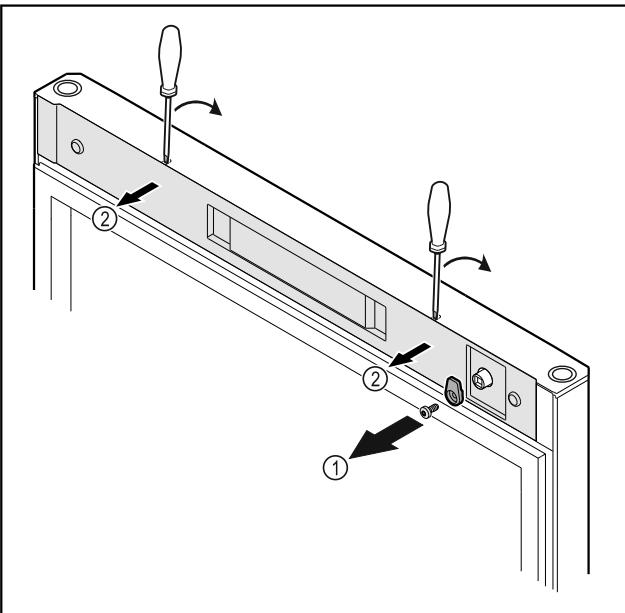

Fig. 16
- Открутите запорный крючок Fig. 16 (1).
- С помощью небольшой отвертки освободите крышку Fig. 16 (2) от фиксации и снимите ее.